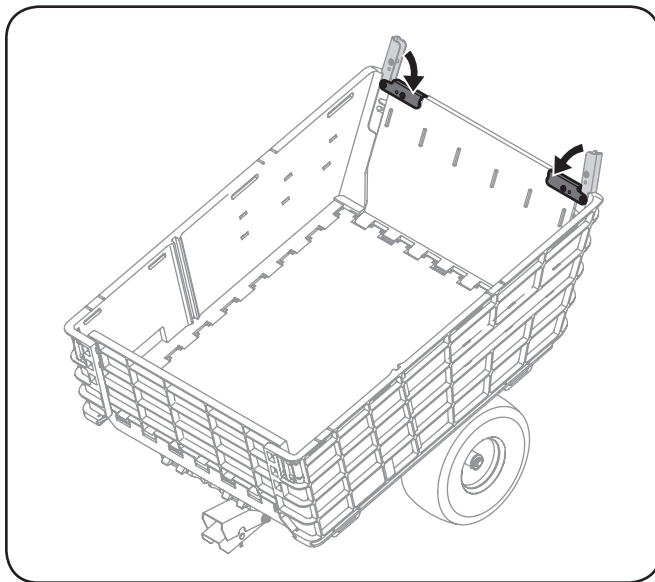

Figura 3-8
11. Cuando la puerta trasera esté en su lugar, fjela presionando los sujetadores de la puerta trasera en la misma. Consulte la Figura 3-8.